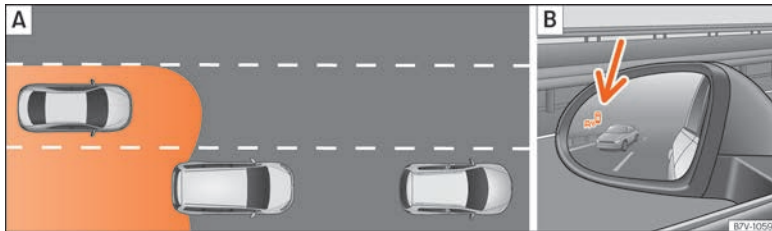

Abb. 263 Schematische Darstellung: [A] Überholvorgang mit Verkehr im hinteren Bereich. [B] Anzeige des Blind-Spot-Assistenten im Außenspiegel links.
In nachfolgenden Situation wird die Anzeige im Außenspiegel »» **Abb. 263** [B] (Pfeil) oder »» **Abb. 264** [B] (Pfeil) dargestellt:
- Bei einer Überholung durch ein anderes Fahrzeug »» **Abb. 263** [A].